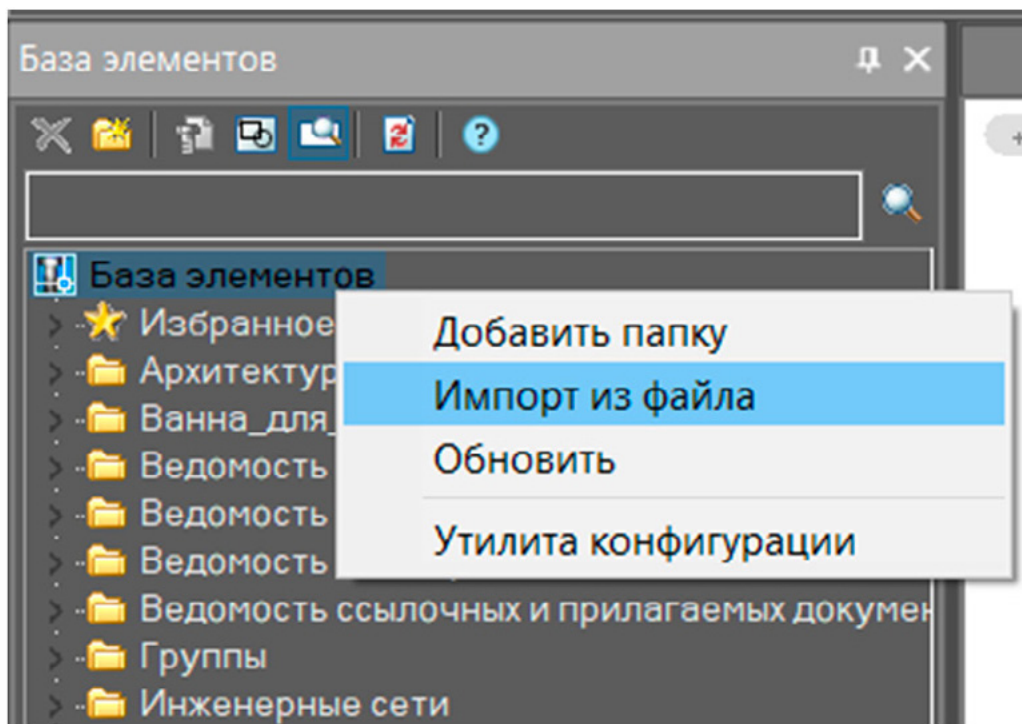

Рис. 26. Импорт базы элементов
- 2) щелкаем ПКМ по верхней строке *База элементов* и из выпадающего меню выбираем *Импорт из файла* (рис. 26);